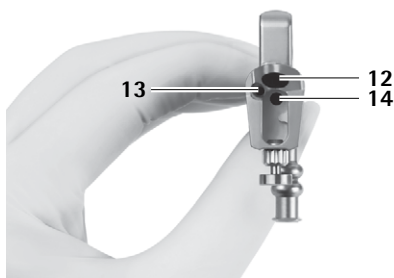

Рис. 1
- obturator для овального рабочего канала 7 в рабочий канал 12, см. Рис. 1.
Промывочная жидкость подается через большой рабочий канал 12 и через малый рабочий канал 13, см. Рис. 1.